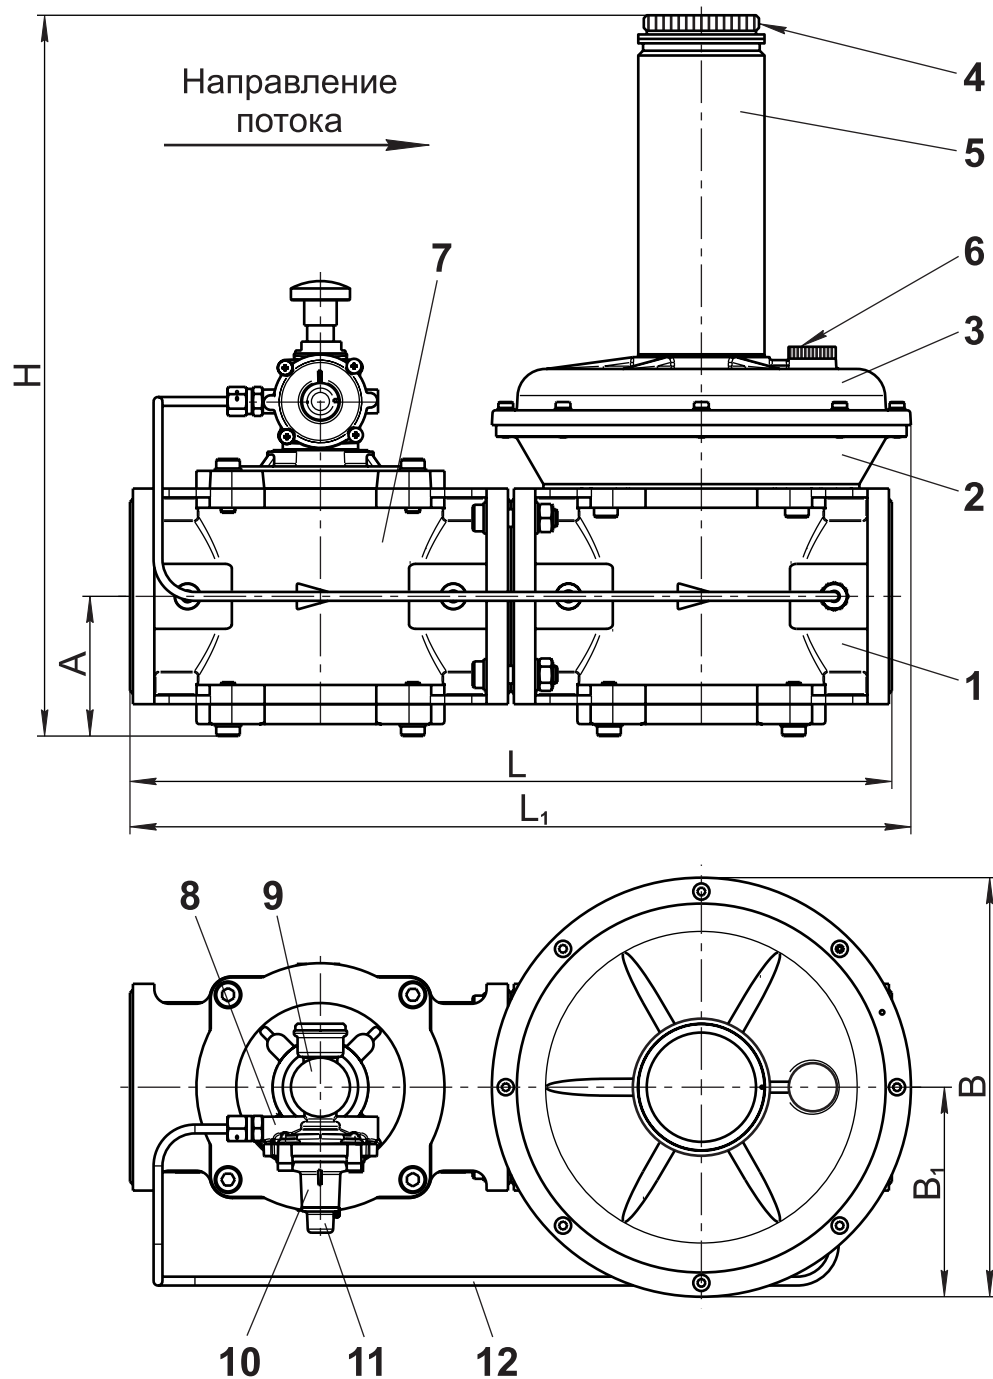

Рис.1
2.1 Комбинированный регулятор конструктивно состоит из двух устройств: непосредственно регулятора давления и установленного перед ним предохранительно-запорного клапана (рис. 1).